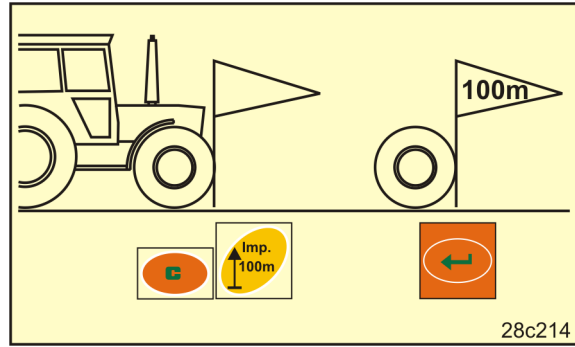

Fig. 27
2. Traktörü start pozisyonuna (Fig. 27) ve ekim makinasını çalışma konumuna getiriniz (tohum dozajını gerekirse kesiniz).